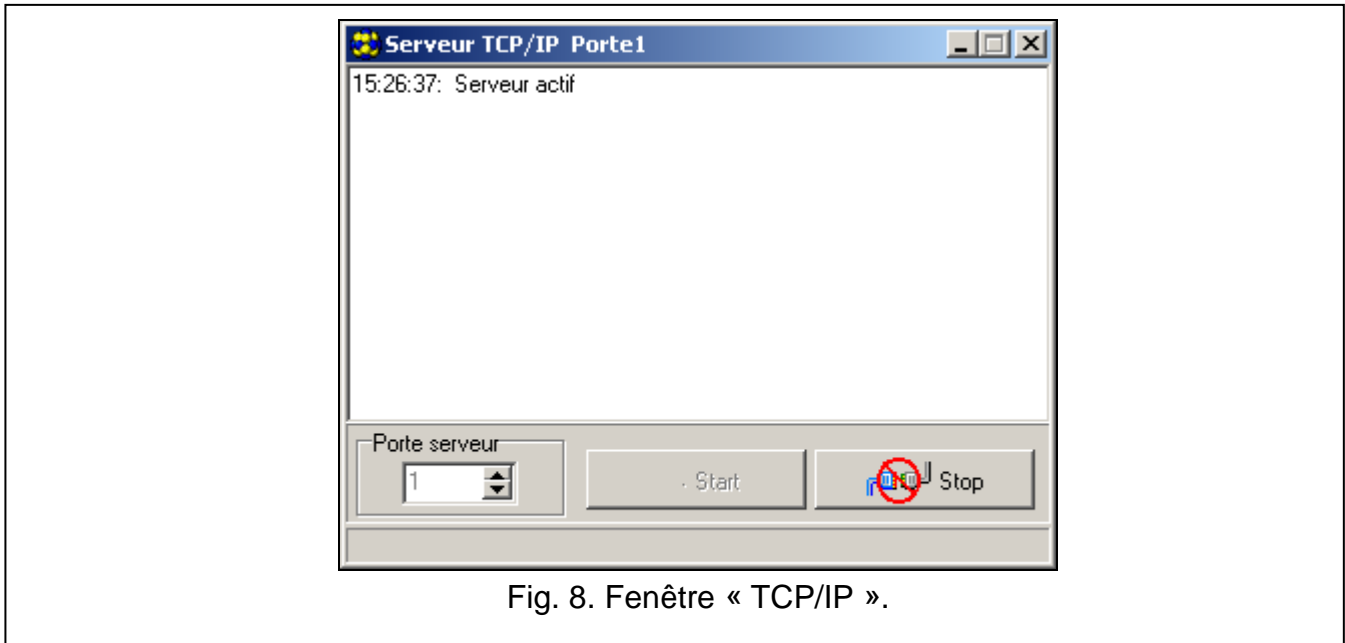

Fig. 8. Fenêtre « TCP/IP ».
2. Sélectionner l'option « TCP / IP » dans le menu « Communication ». Une fenêtre s'ouvre dans laquelle apparaît l'information sur l'activation du serveur (voir : fig. 8).